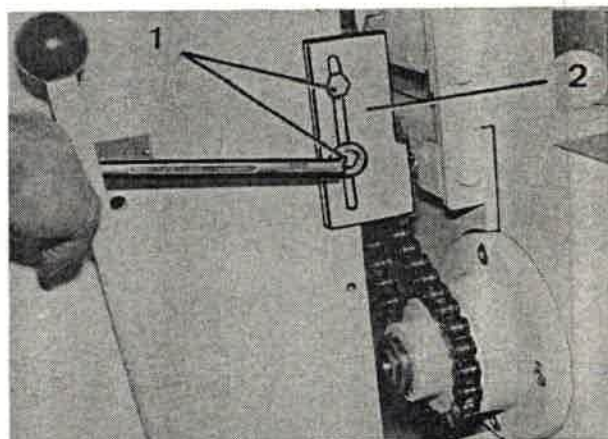

Bild 112
3. Zum Nachspannen Befestigungsschrauben (Bild 112/1) lösen und Halteblech mit Spannrad (Bild 112/2) entsprechend versetzen. Befestigungsschrauben wieder festziehen.